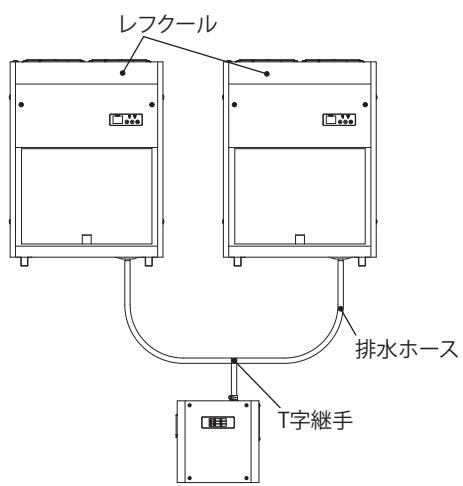

図5
- レフクールを複数台接続する場合は、T字継手などを使用して排水ホースをドレン入水口に接続してください。(図5)